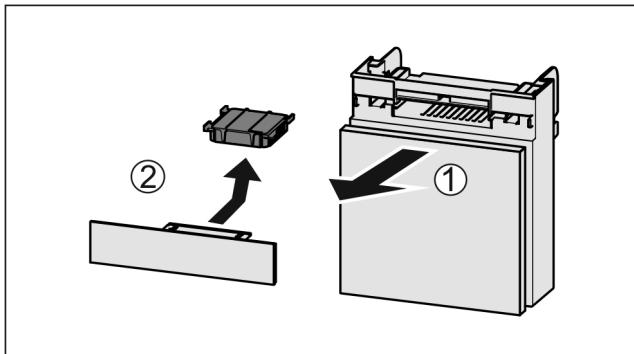

Fig. 153
- Потягніть Fig. 153 (1) відділення вперед.
- Витягнути Fig. 153 (2) фільтр з активованого вугілля.